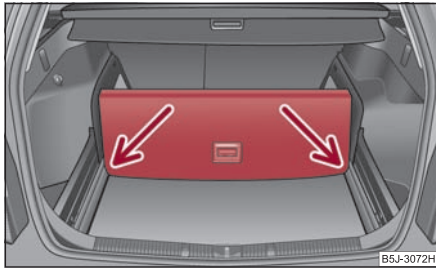

Abb. 85 Gepäckraum unterteilen
- Heben Sie den Teil des Ladebodens mit Griff an und sichern Sie diesen durch Einschieben in die Nuten ⇒ Abb. 85. ■